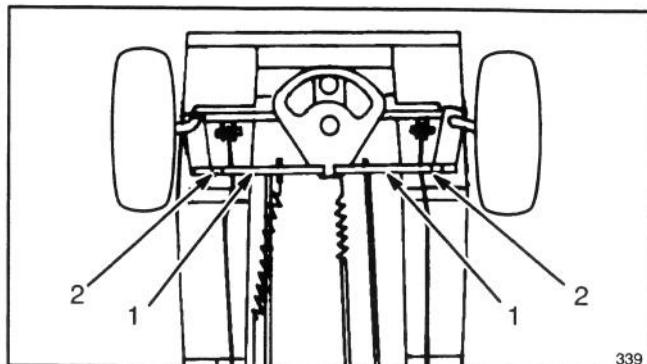

Figure 27
- Pour aligner les roues avant, desserrer le contre-écrou et tourner la barre d'accouplement jusqu'à ce que l'axe entre l'avant des roues (d') fasse de 1,5 mm à 6,3 mm moins que l'axe entre l'arrière des roues avant (d'') (Figs. 27 et 28).